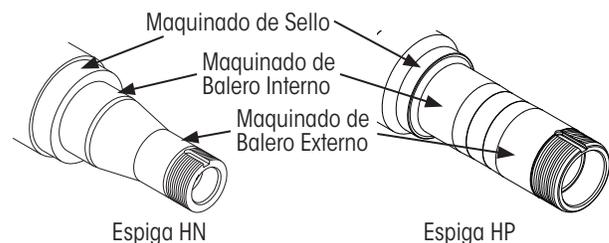

Figura 9: Maquinado de sello de espiga y balero
2. **Inspeccione** los maquinados de la espiga (Figura 9) por muescas, raspaduras, rebabas o marcas. De ser necesario, utilice una lija para reparar cualquier área dañada.
1. Con cuidado de no dañar el sello, **deslice suavemente** la maza hacia la espiga hasta que el sello esté contra el maquinado del sello de la espiga (Figura 9).